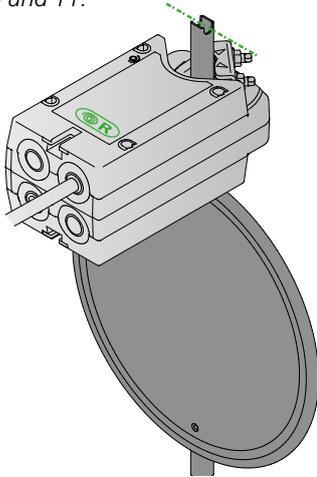

Abb. 10. Standardmontage (NC), Klappe geschlossen mit Überbrückung nach rechts.
- HINWEIS! Stellung von Klappenblatt und Sicherungsplatte, siehe Abb. 10 und 11.
1. Standardmontage des Klappenmotors (NC **ⓂR**) Klappenblatt montiert in geschlossener Stellung, siehe Abb. 10.